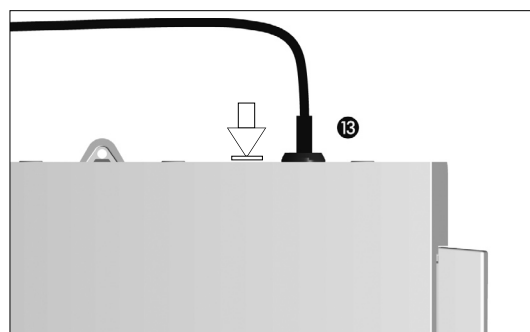

fig. 2
D. Collegare il cavo del pedale all'apposita uscita situata sul lato posteriore, orientare la presa e la spina con l'aiuto del perno guida sulla presa **fig. 2**.